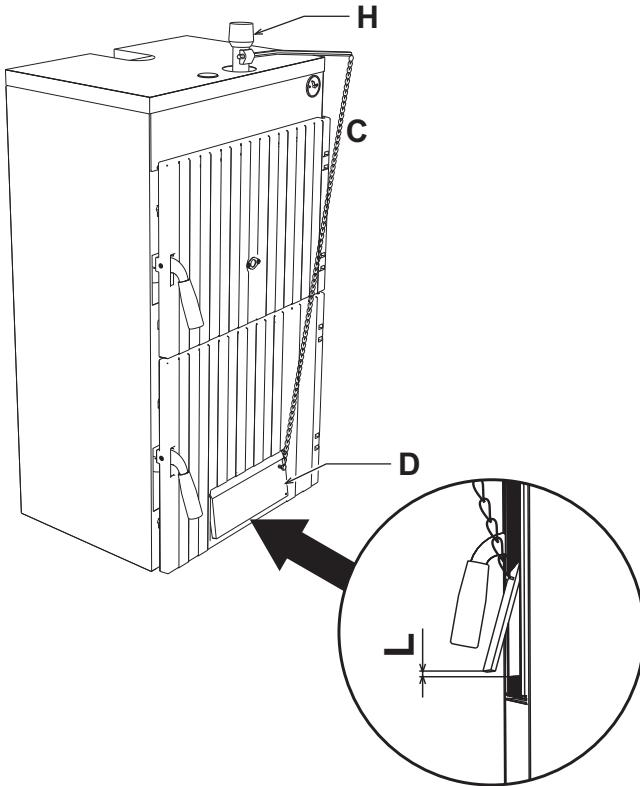

fig. 2 - Montaje
2. Monte el regulador termostático "H"fig. 2.
4. Gire el tornillo de regulación de la tapa de toma de aire de modo que, con la tapa apoyada, quede un paso de aire de 1 - 2 mm como máximo. Con la caldera fría, ajuste el termostato de regulación a 60 °C. Enganche la cadena "C" en la anilla "D" de la tapa de toma de aire y ajuste la longitud a fin de obtener un paso de aire "L" (fig. 2) de 15 mm para coque (III) y de 2 mm para madera.
Regular el tornillo de ajuste de la puerta de toma de aire de modo que, con la puerta apoyada, quede un paso máximo de 1 - 2 mm. Con la caldera fría, poner el termostato de regulación en 60°. Enganchar la cadena fig. 2 al ojal de la puerta de toma de aire regulando la longitud de modo que el paso de aire "L" () sea de unos 15 mm para el "coque III" y de 2 mm para la "leña".